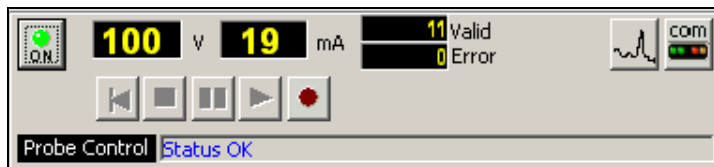

Fig.1.6b Mode Acquisition
**En mode acquisition** (fig.1.6b) Si le Logger est correctement raccordé et alimenté, le bouton de mise en service de la sonde devient visible. Après avoir vérifié vos paramètres de sonde vous pouvez alimenter la sonde pour effectuer vos relevés, la zone "Probe control" vous renseignera sur le fonctionnement de celle-ci. Le voyant d'état en bas à droite de la fenêtre principale du programme vous confirmera la mise sous tension de la sonde. Les indicateurs de tension et de courant seront à surveiller pour les bonnes conditions de fonctionnement de votre sonde. En cas de dépassement des valeurs normales de courant ou de tension d'alimentation de la sonde, ils deviendront rouges clignotant.